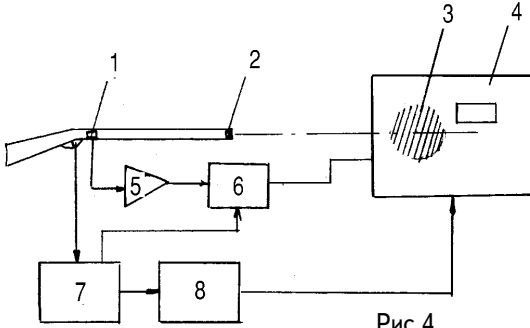

Рис.4
**Способ определения координат точки попадания** описан в патенте США 4395045 (рис.4). Благодаря фокусирующей системе 2 фоторужья на фотодиод 1 попадает часть изображения